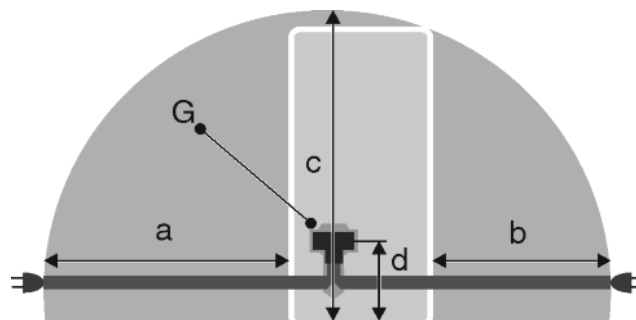

Fig. 46
- Розетка находится вне зоны задней стенки в данной зоне. *Fig. 46 (a, b, c)*
- ▶ Штекер устройства *Fig. 46 (G)* подсоединить с задней стороны устройства. Следить за правильной фиксацией.